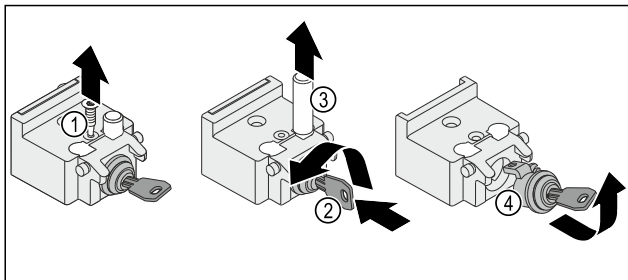

Fig. 13
- ▶ Schraube Fig. 13 (1) herausdrehen.
- ▶ Schlüssel Fig. 13 (2) hineindrücken und drehen.
- ▶ Bolzen Fig. 13 (3) nach oben entnehmen.
- ▶ Schloss Fig. 13 (4) herausziehen.